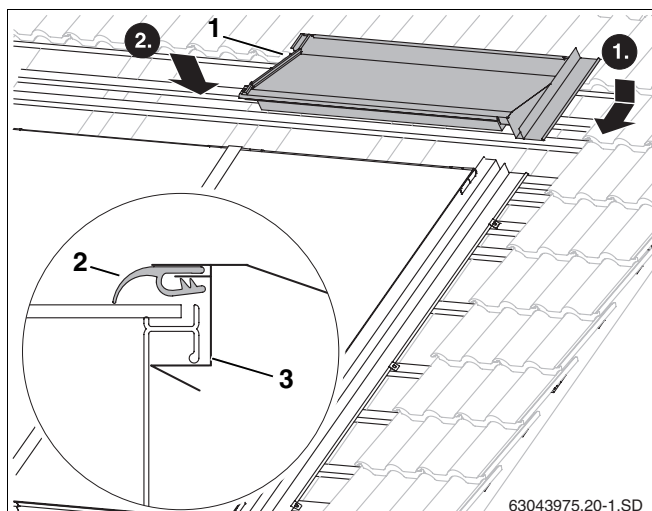

Рис. 56 Верхний правый накладной лист
- Ввести верхний правый накладной лист (рис. 56, поз. 1) в правый боковой накладной лист.
- При нажатии на лист он входит под раму коллектора (рис. 56, поз. 3).
- Сверху на коллектор нужно уложить резиновый язычок (рис. 56, поз. 2).